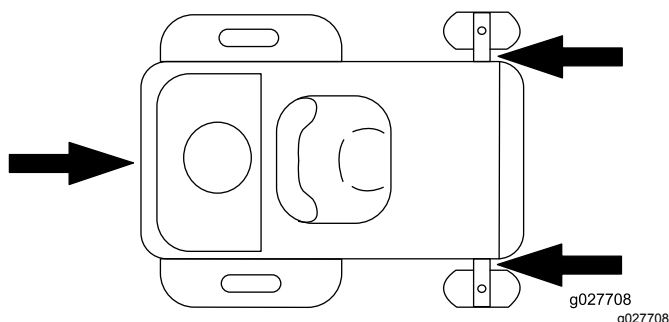

Figura 24
5. Amarre la máquina junto a las ruedas giratorias delanteras y el guardabarros trasero (Figura 24).